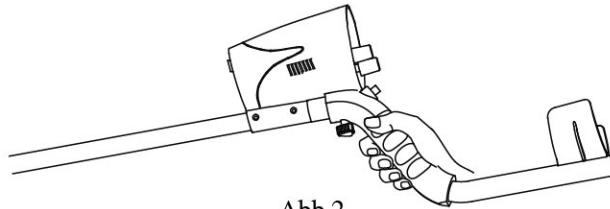

Abb.2
2. Richten Sie die Gewindestifte an der Unterseite des Griffes mit den Reglern unterhalb des Schaltkastens aus; mit den Stiften verriegeln (Abb. 2).